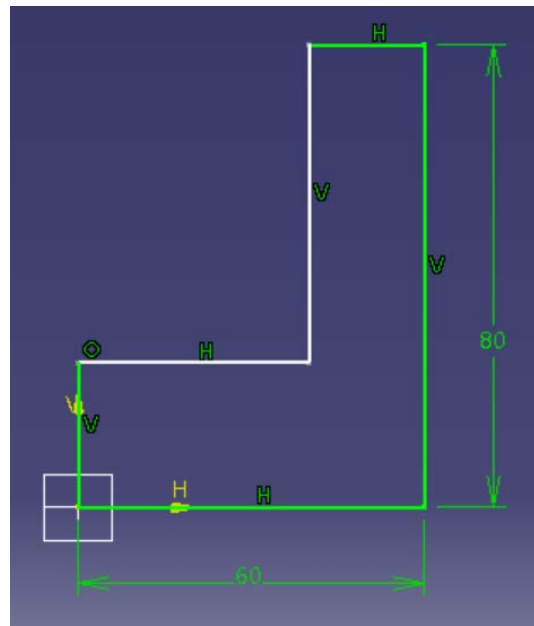

Figure 2.4 Esquisse sous-contrainte [1], [2]
- Esquisse sous-contrainte : Quand le nombre de contraintes géométriques n'est pas suffisant pour définir complètement un contour, celui-ci apparaît en **blanc**. On peut alors modifier les éléments géométriques en les déplaçant à la souris (figure 2.4).